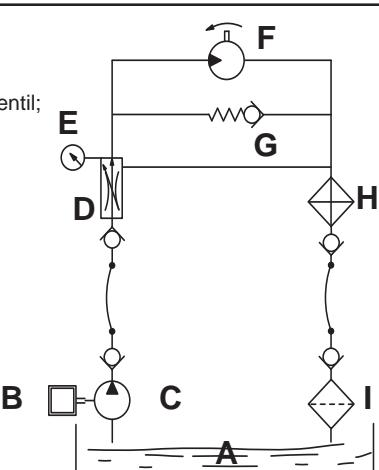

fig. 38
- b) **Separate Hydraulik:** Ölpumpe und eigener Druckölkreis (Abb. 38).
Ölversorgung: Die Angaben in Übersichtszeichnung von Abb. 38 beachten.